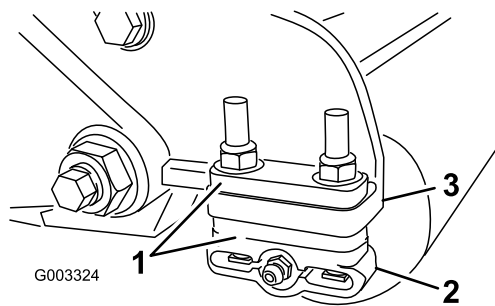

Figura 14
1. Ajuste os suportes do rolo traseiro (Figura 14) na altura desejada do limite de corte posicionando quantidade necessária de espaçadores por baixo da flange de montagem da placa lateral (Figura 14) de acordo com o quadro de altura de corte.